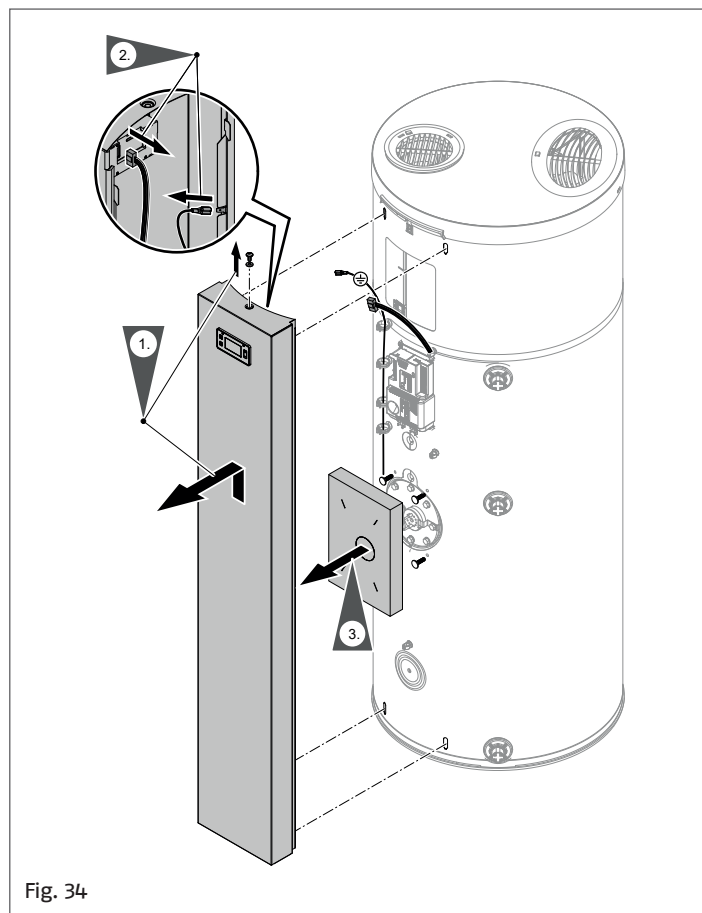

Fig. 34
- 2 Frontblende ausbauen, siehe „Fig. 34“.
- 3 Frontblende ausbauen, siehe „Fig. 34“.
- 9 Frontblende mit Erdungsleitung montieren, siehe „Fig. 34“.
- 2 Frontblende ausbauen, siehe „Fig. 34“, „9.4 Ausbau der Frontblende“ a pagina 25.
- 4 Frontblende mit Erdungsleitung montieren, siehe „Fig. 34“.